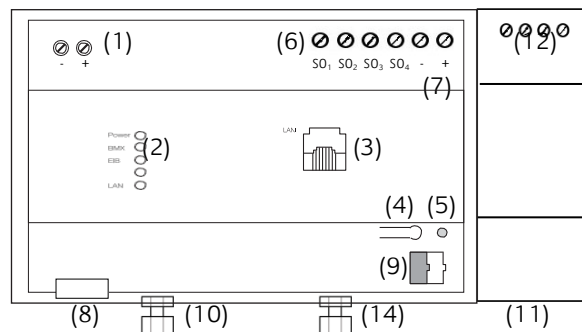

Abbildung 1: EIBPORT – Anschlusszeichnung
Gerät anschließen (Bild 1)
- Für KNX: Busleitung an die Busanschlussklemme (Abbildung 1, 9) anschließen.
- Für Powernet KNX: Leitung an Anschlussklemme (Abbildung 1, 12) anschließen.
- Für EnOcean: Antenne mit SMA-Buchse für EnOcean-Antenne (Abbildung 1, 10) verbinden.
- Für GSM: Antenne mit SMA-Buchse für GSM-Antenne (Abbildung 1, 14) verbinden. Weitere Erläuterung siehe Kapitel „ERSTEINRICHTUNG“.
- Spannungsversorgung an die Schraubklemmen (Abbildung 1, 1) entsprechend der Kennzeichnung anschließen (Leistungsaufnahme beachten).
- Netzwerkleitung (LAN) in die RJ45-Buchse (Abbildung 1, 3) einstecken.